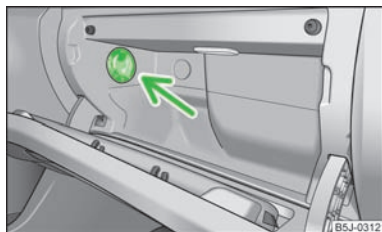

Fig. 64
- Faites tourner le bouton rotatif » fig. 64 pour l'arrivée ou la coupure de l'air.